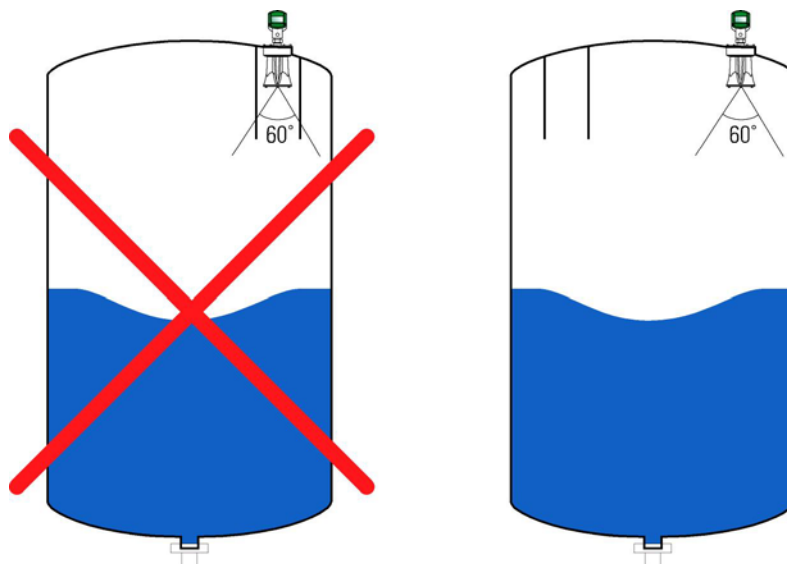

Figure 10 Faisceau du scanner
- ⊙ . Assurez-vous qu'aucun rail ou châssis n'interfère avec le faisceau (angle d'ouverture) du scanner, comme illustré à la *Figure 10* scanner